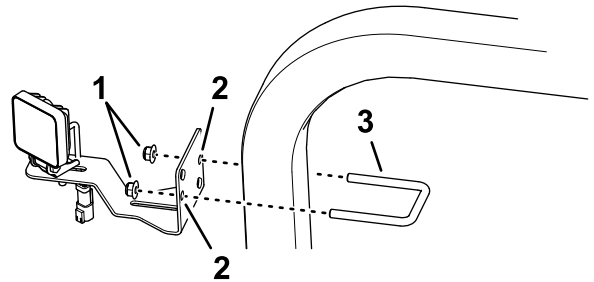

图 6
- 如图 6 所示用 U 形螺栓  $\frac{3}{8}$  x 2-7/16 x 2-13/16 英寸和凸缘锁紧螺母将 LED 灯和支架安装到 ROPS 管上。